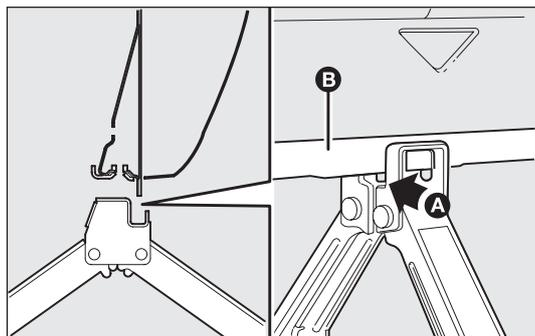

fig. 137
- ❑ azionare il cric con la manopola in modo da distenderlo fino a quando la scanalatura A-fig. 137 del cric si inserisce correttamente sul profilo inferiore B ricavato sul longerone;